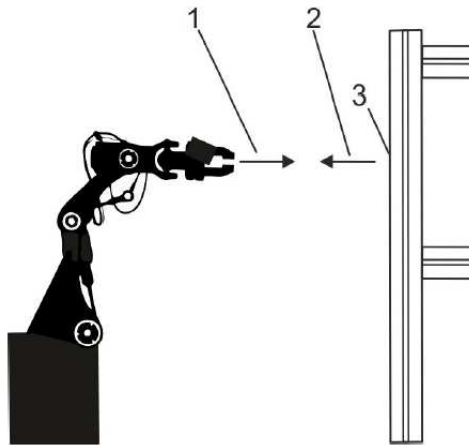

Abb. 14: Beispiel: Roboter mit Schienenengerüst zur Befestigung des Montageadapters
- Die Flächennormale (Abb. 14/2) der Auflagefläche (Abb. 14/3) bildet eine Linie mit dem Kollisionsvektor (Abb. 14/1).